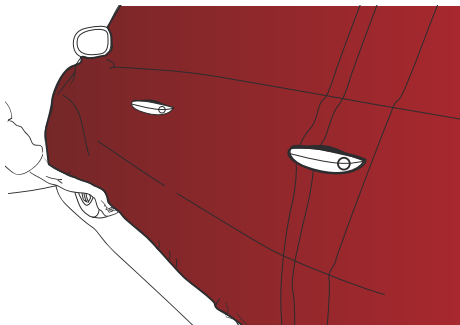

Figure 17
- › Puis tendre le film jusqu'au bas de caisse. (FIG. 17)